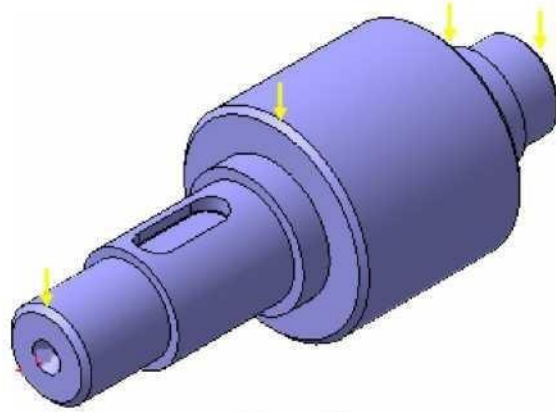

Рис. 11
24. На четырех круглых ребрах постройте фаски  длиной **1.6 мм** под углом **45 градусов** (показано стрелками) (рис. 11).